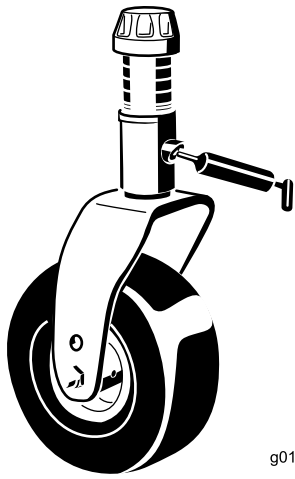

Figura 44
- Casquillo (1) del eje de la horquilla de las ruedas giratorias (Figura 44)
- Casquillos del pivote del brazo tensor (1) (situados en el brazo tensor)